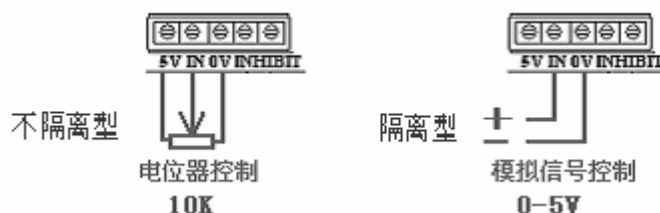

图 3
- 4、给定信号输入端: 控制方式分电位器和模拟信号控制 见图 3